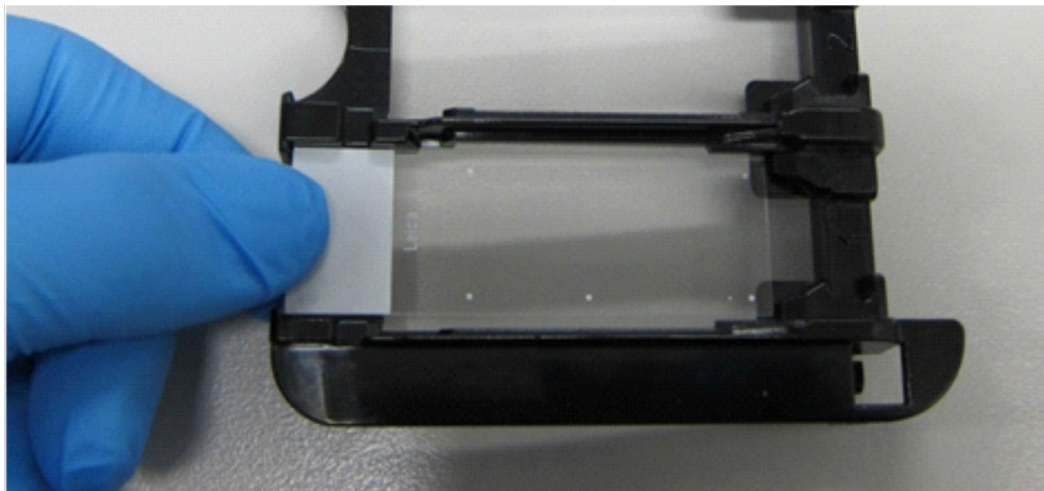

Figura 43: Para posicionar uma lâmina em uma bandeja de lâminas
2. Orientar a lâmina sobre uma área vazia na bandeja de lâminas, com a extremidade etiquetada da lâmina sobre a indentação na lateral da bandeja (consulte Figura 43). Assentar a lâmina de forma que ela fique apoiada na posição da reentrância da bandeja.